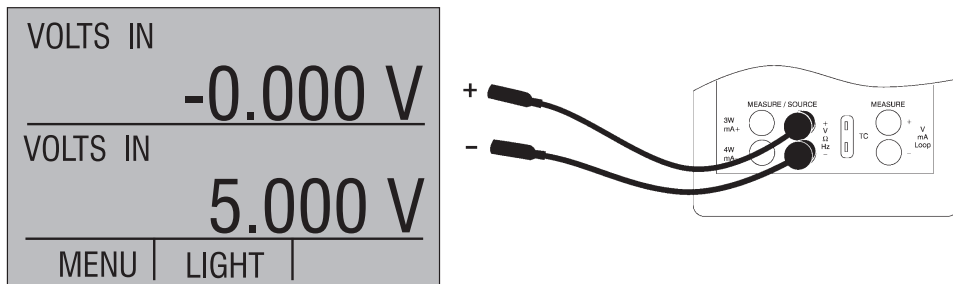

Figure 5. Mesurer les volts et la fréquence avec les bornes entrée / sortie
3. Connecter les cordons comme montré sur la figure 5.